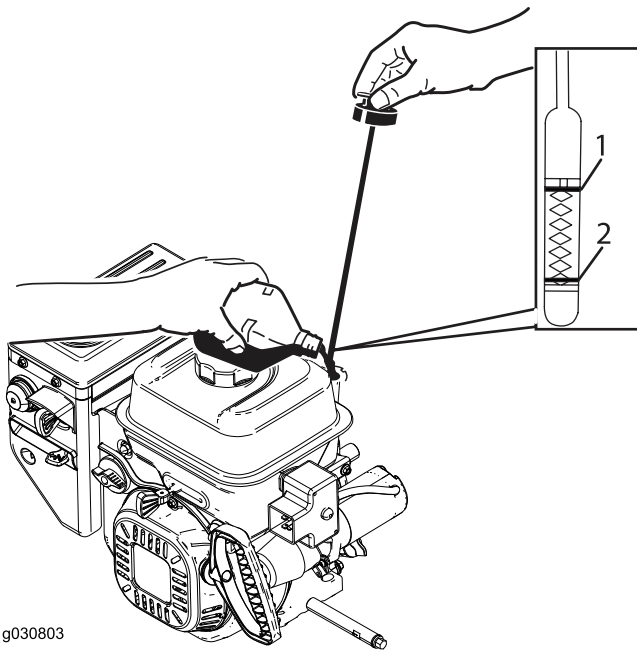

Figure 33
2. Sortez de nouveau la jauge et contrôlez le niveau d'huile (**Figure 33**). Faites l'appoint si le niveau est en dessous du repère « Add » sur la jauge. Voir **5 Contrôle du niveau d'huile moteur (page 9)**.